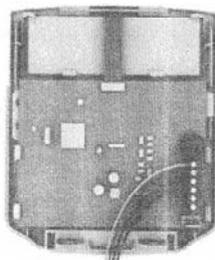

Figure 3 : Câblage
3. Raccorder les fils du combus à 4 fils au connecteur, comme illustré dans la figure 3.